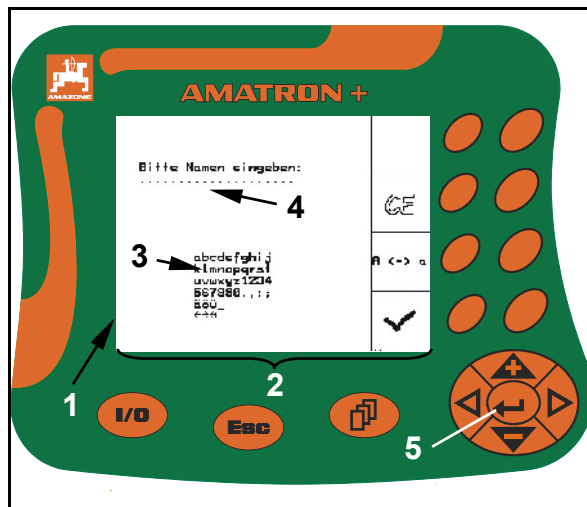

Bild 37
Text-inmatningar (Bild 37/1) visas alltid i underkant av displayen (Bild 37/2), då det erfordras en text eller siffer inmatning i **AMATRON +**.
I urvalsfältet (Bild 37/3) sker valet av bokstäver eller siffror, vilka ska som ska visas i inmatningscellen (Bild 37/4).
(Bild 37/3) med hjälp av knapparna ,
2. Då önskad bokstav är markerad, tryck på knappen , varvid den markerade bokstaven läggs in inmatningscellen (Bild 37/4).
Med pilarna   i urvalsfältet (Bild 37/3) kan markören flyttas inom inmatningscellen (Bild 37/4).
Pilen  i urvalsfältet (Bild 37/3) raderar den sista inmatningen.